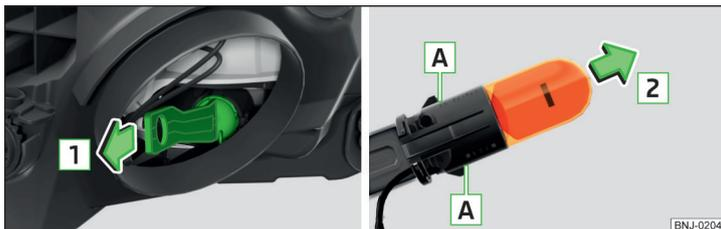

Fig. 214 Substitua a lâmpada incandescente do pisca-pisca
- ▶ Extrair a ficha com a lâmpada incandescente com movimentos oscilantes no sentido da seta **1** » Fig. 214.